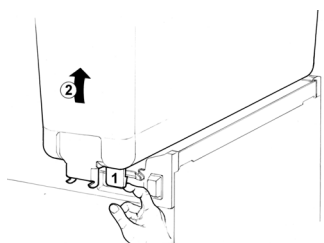

figure 1
- 2 Enlever le réservoir vide en le levant du côté antérieur et en le défilant de son joint (voir figure 1).